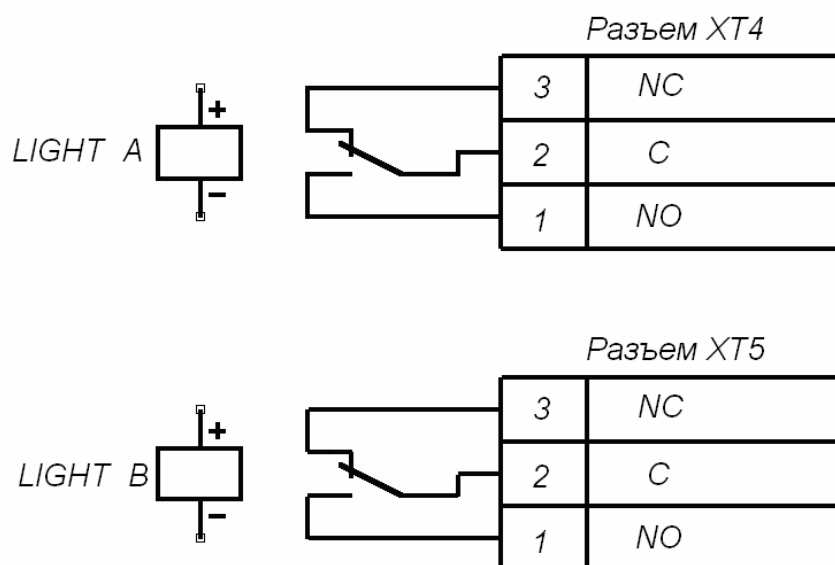

Рисунок 7 Выходные каскады для Light A и Light B
5.9.6 Выносные индикаторы подключаются на клеммные колодки *XT4 (Light A)* и *XT5 (Light B)*. При этом реле *Light A (Light B)* активизировано (на его обмотку подано напряжение), когда горит соответствующая данному направлению прохода зеленая стрелка на блоке индикации, и нормализовано (на его обмотку напряжение не подано), когда соответствующая данному направлению прохода зеленая стрелка на блоке индикации не горит. Факт срабатывания/отпускаания реле *Light A* и *Light B* можно определить по загоранию/гашению красных индикаторов, которые установлены вблизи указанных реле (см. рисунок 2). Выходные каскады для *Light A* и *Light B* – перекидные контакты реле (см. рисунок 7) со следующими характеристиками сигналов: